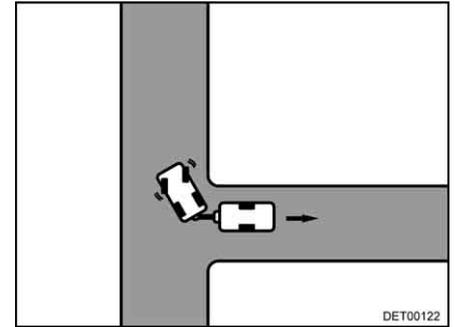

Bild 15 Rechts einschlagen
- Nach rechts einschlagen und vorsichtig rückwärts fahren (Bild 15).